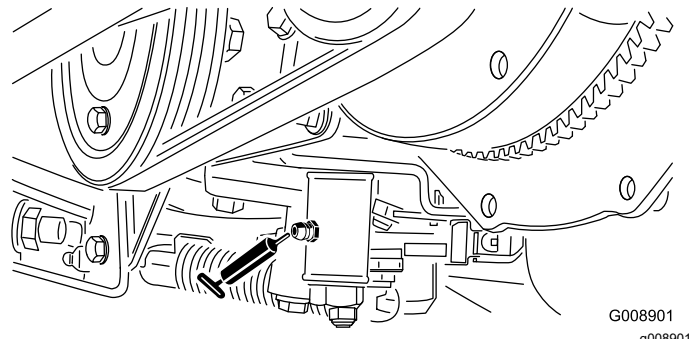

図 67
2. 後ホイールモータの下部分で機体をジャッキアップする図 67。
- ニュートラル調整機構 図 67